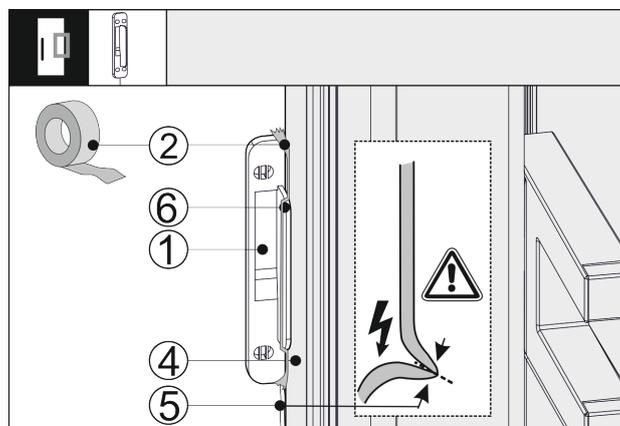

Fig. 42
- Applicare lateralmente il sensore di battuto in testa Fig. 42 (1) sulla porta del dispositivo Fig. 42 (4), in modo che la battuta di arresto Fig. 42 (6) appoggi sulla porta del dispositivo Fig. 42 (4). Il cavo del sensore Fig. 42 (5) è leggermente teso e appoggia anche sulla porta del dispositivo Fig. 42 (4).
- Fissare il sensore di battuto in testa Fig. 42 (1) con nastro adesivo Fig. 42 (2). Il sensore di battuto in testa si avvita dunque alla parte frontale del mobile.